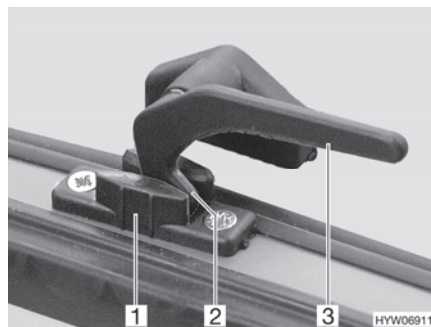

Bild 47 Låsarm i läget "kontinuerlig vädning"
- I läget "kontinuerlig vädning" (Bild 47)
- Sväng låsarmen (Bild 47,3) ett kvarts varv mot fönstrets mitt.
- Vrid tillbaka alla låsarmar. Därvid måste låsspaken (Bild 47,2) föras in i spåret på fönsterlåset (Bild 47,1).